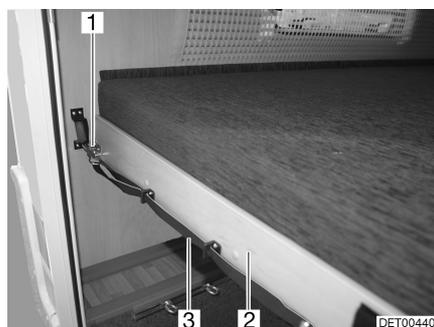

Bild 41 Etagenbett (Heck)
- An der Schlaufe (Bild 41,3) ziehen und den Riegel (Bild 41,1) lösen.
- Den Lattenrost (Bild 41,2) mit der Matratze nach vorn ziehen, bis er einrastet.